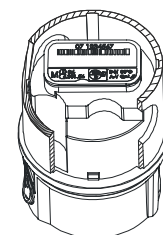

Abb. 6
- 2.11 Messeinsatz so in den Montageschlüssel stecken, dass die Zapfen des Montageschlüssels in die Aussparungen des Gewinderings passen (Abb. 6).